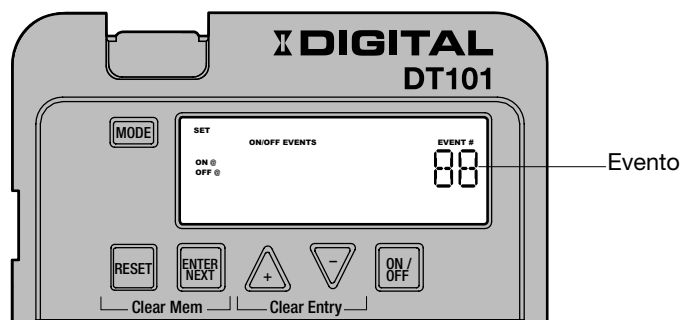

FIG. 9 Definir eventos de encendido/apagado
1. Si es necesario, presione varias veces el botón **MODE (MODO)** hasta que aparezcan las palabras SET ON/OFF EVENTS (DEFINIR EVENTOS DE ENCENDIDO/APAGADO) y EVENT 01 (EVENTO 01) (o el siguiente número de evento disponible) en la pantalla. Consulte FIG. 9.